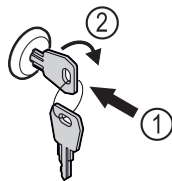

Fig. 170
- ▶ Trykk inn nøkkelen Fig. 170 (1).
- ▶ Vri nøkkelen 90° med klokka Fig. 170 (2).